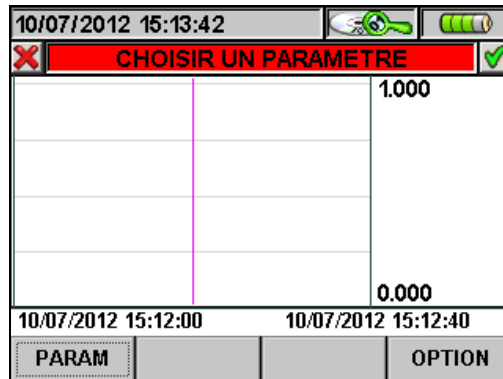

Fig. 118 : Choisir un paramètre
- La touche **ESC** (ou l'icône ) pour sortir de la fonction et revenir à la page « Choisir un Paramètre » (Fig. 118).
3. Appuyer sur la touche **ESC** (ou l'icône ) pour sortir de la fonction et revenir à la page « Choisir un Paramètre » (Fig. 118).